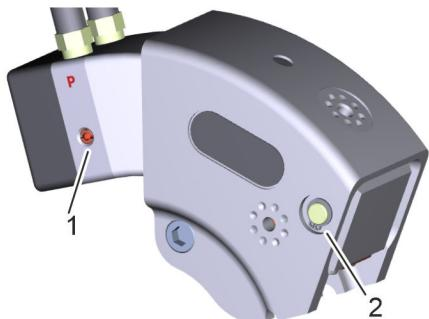

Рис. 14: Предохранительные устройства
- 12.** Убедиться в том, что оба стопорных кольца (Рис. 14/2) установлены правильно. В случае повреждений или неправильного положения надеть и зажать стопорное кольцо с помощью съемника для стопорных колец (Рис. 13).
- 13.** Убедиться в отсутствии утечки масла через предохранитель от избыточного давления (Рис. 14/1). В случае обнаружения утечек обратиться сюда «Сервисная служба PLARAD®» на странице 4.